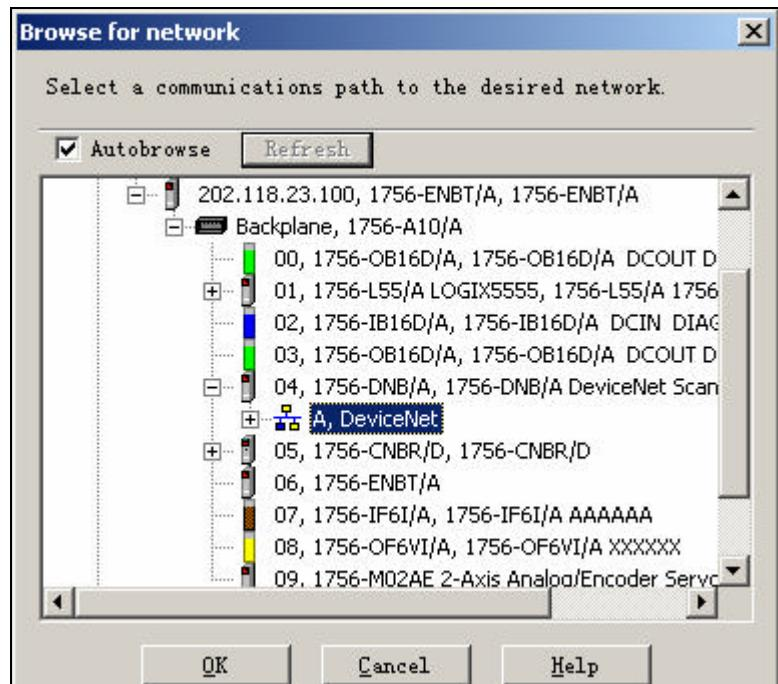

图 5-21 连接到网络
(9) 单击 *Start*→*Programme*→*Rockwell Software*→*RSNetWorx*→*NetWorx for DeviceNet*，打开 RSNetWorx for DeviceNet 软件。点击工具栏上的  图标，显示“Browse for network”对话框，选择 DeviceNet，点击 OK，如图 5-21 所示。